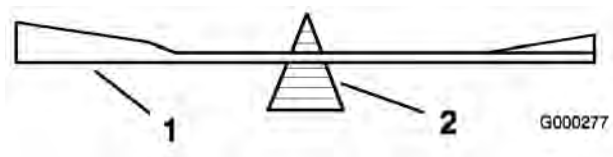

Figure 71
2. Vérifiez l'équilibre de la lame en la plaçant sur un équilibreur (Figure 71). Si la lame reste